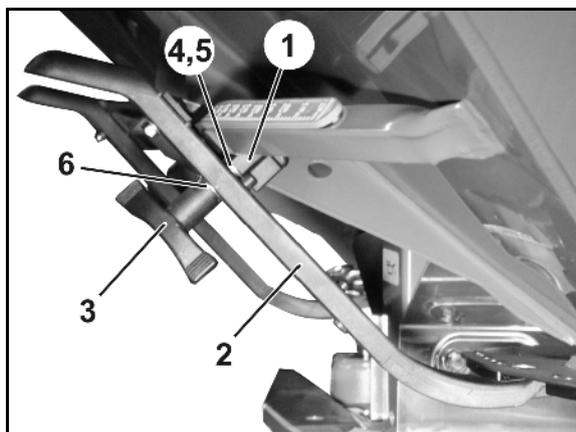

図 66
6. 設定レバー (図 66/2) 用にクランプ装置 (図
- 6.1 蝶ナット (図 66/3)
(図 66/4) の位置を後 (図 66/5) と前 (図